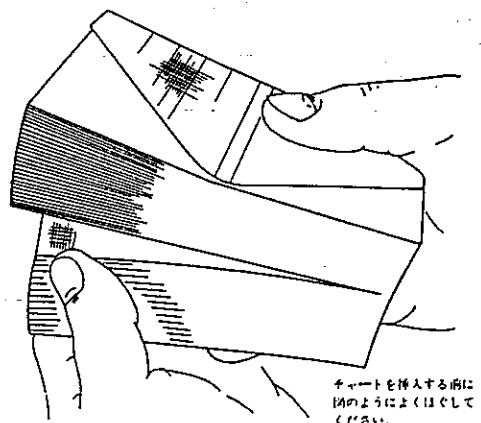

図 2-1
- 1) 記録紙を装填する前に図2-1のように一端を持ってよくほぐしてください。